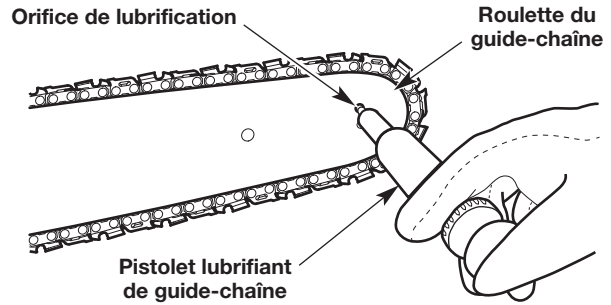

Fig. 41
- Nettoyez soigneusement le pignon du guide-chaîne avec un chiffon humide (Fig. 41).
- Utilisez un pistolet lubrifiant de guide-chaîne (non compris) pour injecter de la graisse dans l'orifice de lubrification (Fig. 41). Injectez de la graisse jusqu'à ce qu'elle apparaisse sur le bord extérieur de la roulette du guide-chaîne.